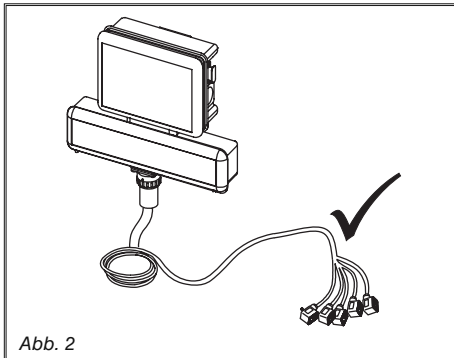

Abb. 2
- die Kabelverzweigungen müssen **IMMER** nach unten gerichtet sein (Abb. 2).